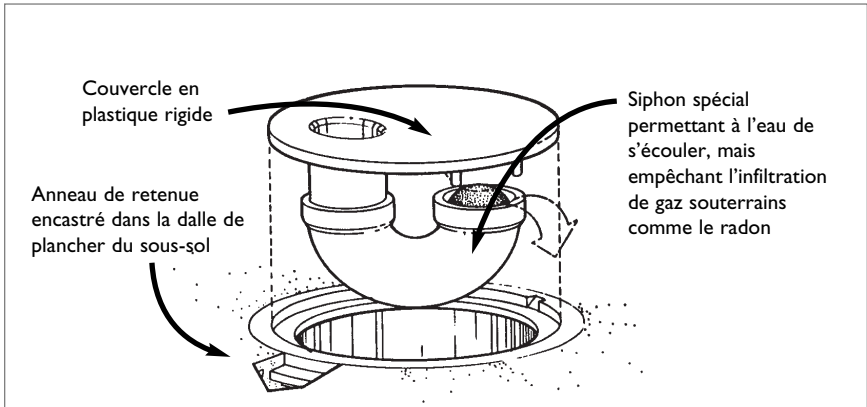

Figure 18 : Siphon destiné aux nouveaux avaloirs de sol
- Équiper l'avaloir de sol d'un siphon-obturbateur qui laisse passer l'eau, mais qui fait obstacle à l'infiltration de radon dans le sous-sol (*voir* la Figure 18). Ces dispositifs tiennent également à distance moisissures, mauvaises odeurs, insectes et courants d'air froid. Ils ne peuvent cependant pas faire office de clapets de retenue pour le système d'égout.